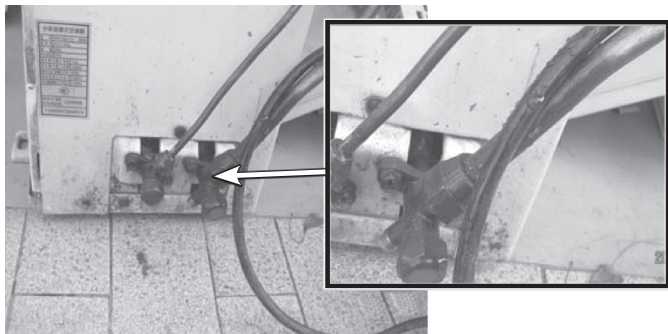

图 5-27 二、三通阀表面结露
4) 到室外检查，发现二、三通阀表面均结露，并且排水管已开始排水，表明空调器制冷正常，如图 5-27 所示。